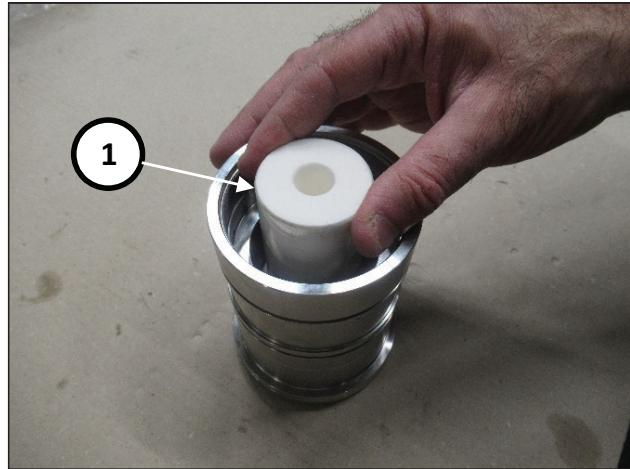

Fig. 175
Colocar la camisa en vertical sobre una superficie plana e introducir el pistón (pos. ①, Fig. 175) comprobando su orientación correcta (orificio de mayor tamaño hacia arriba)